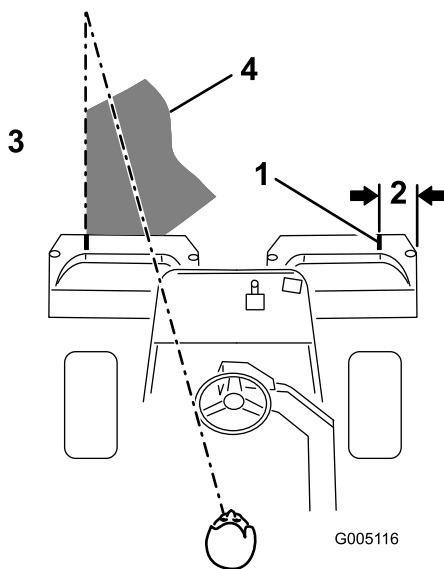

図 31
**注** グリーン内をぶれずにきれいに直進し、刈り込みの済んだ列との距離を一定に保って走るためには、車体前方 1.8 から 3 m のところに視線を置いて、刈り込み済みの済んでいる列にラインを合わせるようにするのがコツです 図 31。ハンドルを目印にして距離を合わせても良いでしょう。その場合、ハンドルの縁と本機前方の目標ラインとを重ねて見ながら運転します。